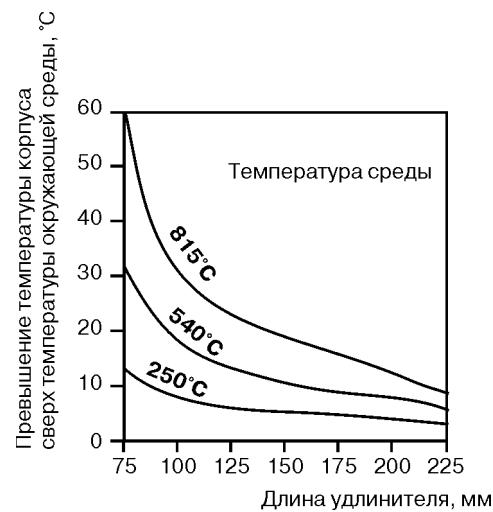

Рис.1. Зависимость превышения температуры корпуса соединительной головки от длины удлинителя.
- 011)** по рис.1
При установке ИП непосредственно в корпус соединительной головки все колебания температуры окружающей среды, а также тепло, выделяемое в ходе технологического процесса, передаются от защитной арматуры на корпус ИП. В тех случаях, когда температура процесса близка к установленным пределам температуры или превышает их, следует рассмотреть возможность увеличения длины удлинителя или вариант выносной монтажной конфигурации с целью изоляции ИП от воздействия избыточных значений температуры. На рис. 1 представлен пример зависимости между превышением температуры корпуса соединительной головки и длиной удлинителя.
**Пример.** Нормированное максимальное значение температуры окружающей среды для ИП составляет 85°C. Если максимальная температура окружающей среды равна 40°C, то максимально допускаемое превышение температуры корпуса будет равно (85-40)°C, т.е. 45°C. Как показано на рис. 1, при длине удлинителя 90 мм и подлежащей измерению температуре 540°C превышение температуры корпуса составит 22°C. Таким образом, минимальная рекомендуемая длина удлинителя составит 100 mm, что обеспечит запас около 25°C. В целях уменьшения количества ошибок, вызванных температурным воздействием на ИП, рекомендуется использовать удлинитель с увеличенной длиной (например, 150 mm).